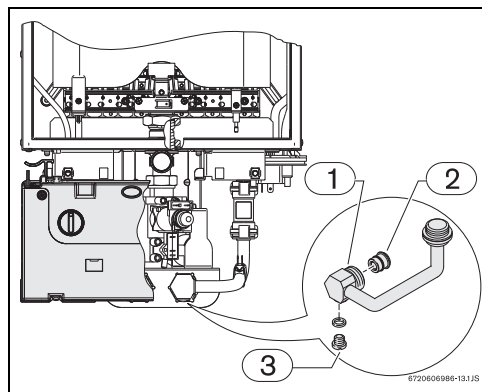

Fig. 10 Tornillo de purgación
- ▶ afloje el tornillo de purgación (→Fig. 10) situado en el tubo de entrada de agua.
- ▶ No debe instalarse el aparato en locales donde la temperatura ambiente pueda bajar de los 0 °C. Si existe riesgo de congelación, apague y vacíe el aparato (→ Fig. 10).